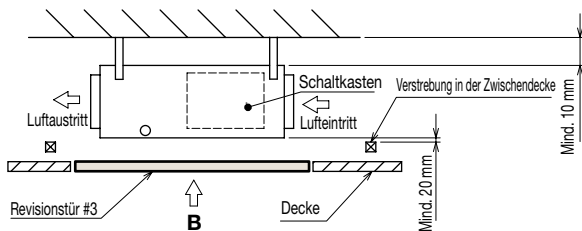
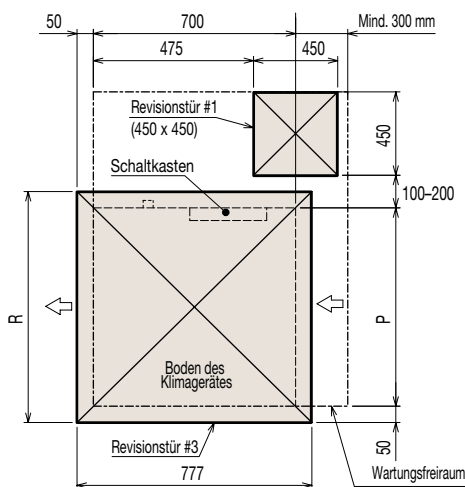

Abb. 3
Abb. 4 (Ansicht aus Richtung Pfeil B)
- (2) Beträgt der Abstand zwischen Kanalgerätunterkante und Oberkante Zwischendecke weniger als 300 mm (wie in Abb. 3 gezeigt sollen mindestens 20 mm Platz unter dem Gerät gelassen werden), sehen Sie eine Revisionsöffnung #1 diagonal unter dem Schaltkasten und eine Revisionsöffnung #3 unterhalb des Kanalgerätes wie in Abb. 4 gezeigt vor.
- (3) oder